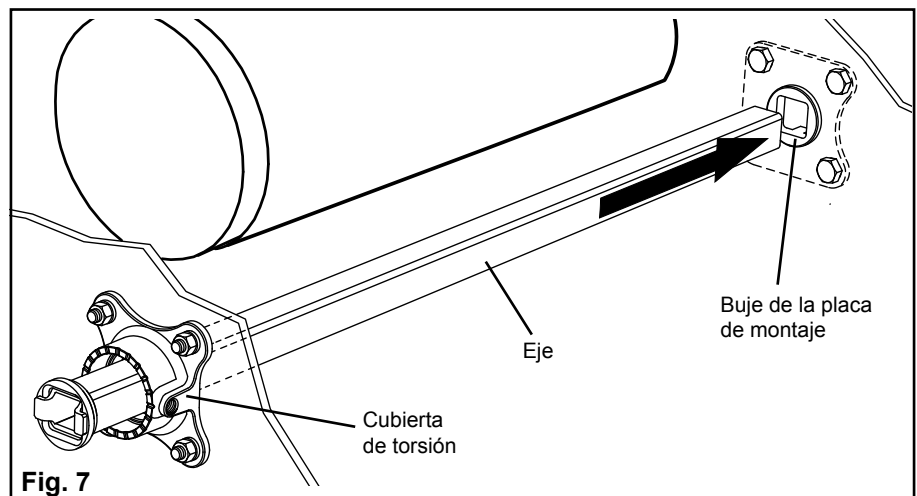

Fig. 7
13. Coloque el eje a través de la cubierta de torsión y del buje de la placa de montar, en el lado opuesto (Fig 7).